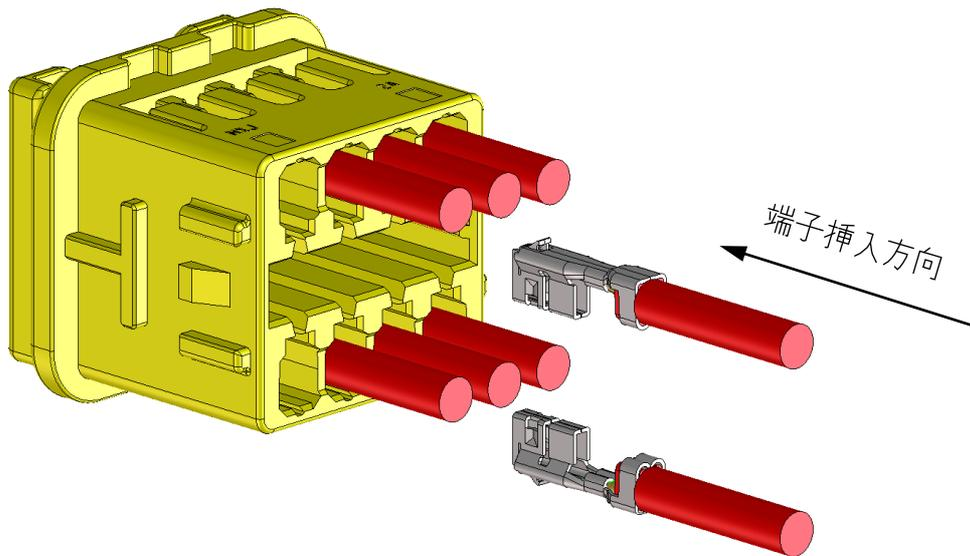

Fig. 6-1
- ③ 端子ランス部が、ハウジングの中央に向かうように持ち、端子が突き当たる位置まで（6～10N 程度の力で）ゆっくりと真っ直ぐ装着してください。（Fig.6-1）